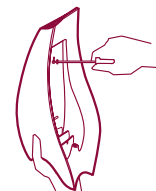

Fig. 5
- Steek de pluggen in de muur en bevestig de batterijladerbasis met behulp van de schroeven. (fig. 5)